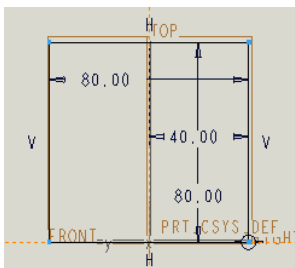

图 2-4 修改其他线段的尺寸
(7) 按照步骤 (4) 的方法修改其他线段的尺寸，如图 2-4 所示。